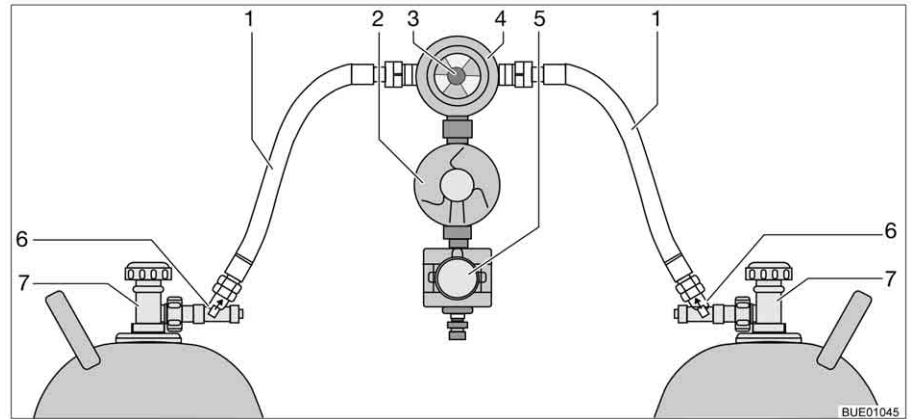

Fig. 125 Instalación de conmutación Crash Protection Unit
La Crash Protection Unit se compone de dos restrictores de desbloqueo manual (Fig. 125,6), una válvula selectora (Fig. 125,4) con regulador de presión (Fig. 125,2), una electroválvula (Fig. 125,5) y la unidad de mando con LED de tres colores. La válvula selectora está montada entre las dos bombonas de gas (Fig. 125,1).
Con el botón giratorio (Fig. 125,3) en la válvula selectora se puede determinar cuál de las bombonas de gas se utilizará como bombona de servicio y cuál bombona de gas como bombona de reserva.
En la unidad de mando (Fig. 126) únicamente pueden conmutarse las funciones eléctricas. Las llaves de paso principales de las bombonas de gas (Fig. 125,7) y los desbloques (Fig. 125,6) deben abrirse a mano.
- Abrir las llaves de paso principales en las bombonas de gas (Fig. 125,7).
- Pulsar los desbloques (Fig. 125,6), uno tras otro, durante 10 segundos.
- Con el botón giratorio (Fig. 125,3) en la válvula selectora (Fig. 125,4), seleccionar la bombona de gas de la que habrá de tomarse el gas principalmente (bombona de servicio).
- Cerrar las llaves de paso principales en las bombonas de gas (Fig. 125,7).